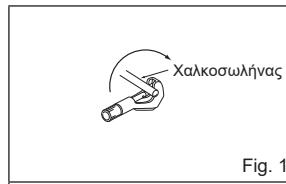

Fig. 1
- Κόψτε σωστά το σωλήνα με ένα κόφτη σωλήνα. (Fig. 1, 2)